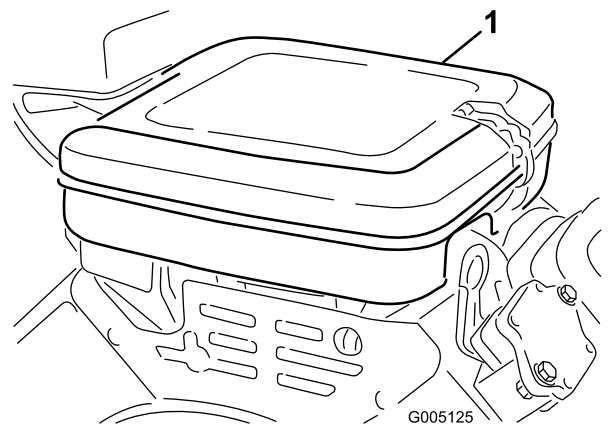

Bild 27
1. Reinigen Sie die Luftfilterabdeckung (Bild 27).